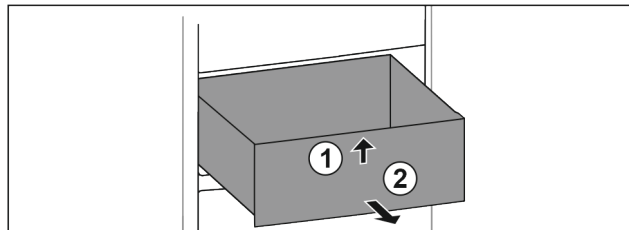

Fig. 24
- ▶ Unieść szufladę z przodu. Fig. 24 (1)
- ▶ Wyjąć szufladę do przodu. Fig. 24 (2)